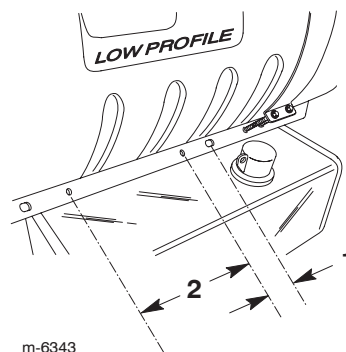

Figure 1
3. Sur le socle de la cuve, à droite de la machine, localisez le troisième trou par rapport à l'avant de la machine. Mesurez et repérez un emplacement sur le socle de la cuve, à 5 cm derrière le centre du 3ème trou (Fig. 1).
4. Mesurez 25 cm en arrière du repère et marquez ce nouvel emplacement (Fig. 1).
5. Percez 2 trous (7/16 pouce de diamètre) aux emplacements repérés, centrés verticalement dans le socle de la cuve (Fig. 1).